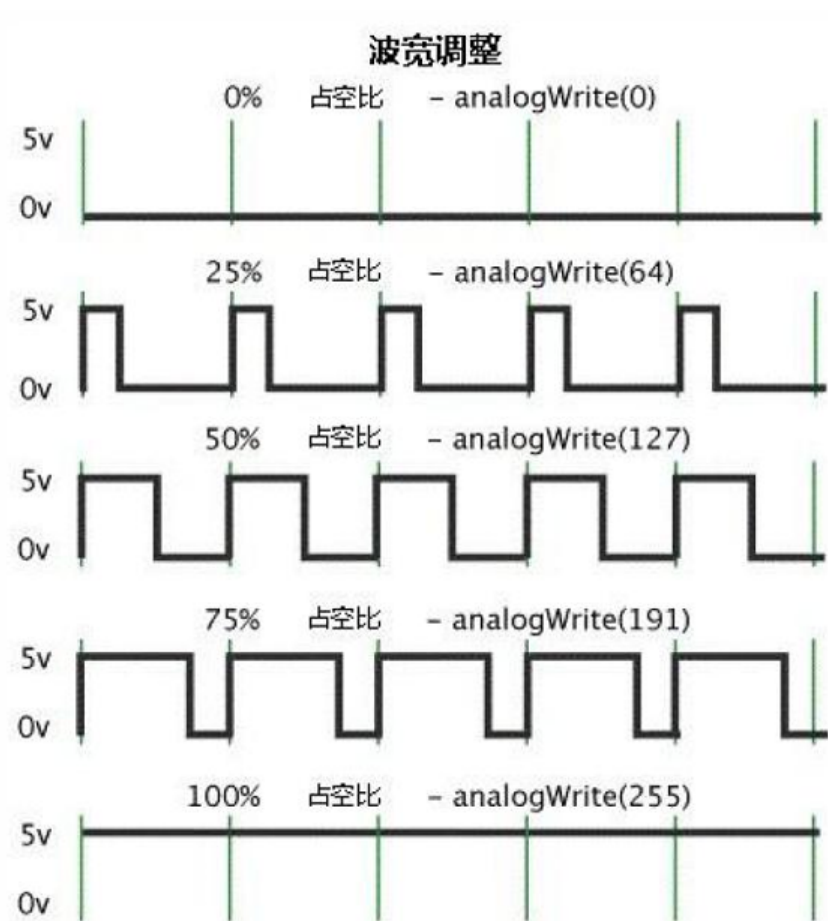

图 4: PWM
- 需要了解 PWM 脉冲宽度调制的定义，会计算占空比（图4）